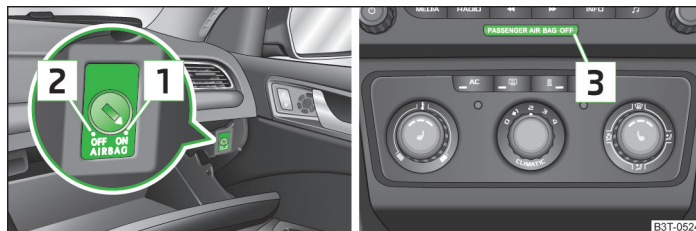

Fig. 159 Commutateur à clé pour l'airbag frontal du passager avant / témoin d'activation/désactivation de l'airbag frontal du passager avant
- Le voyant **OFF**  [3] » fig. 159 à la page 190 s'allume à la mise du contact.
- À l'aide de la clé, faites tourner la fente du commutateur à clé de l'airbag sur la position [2] » fig. 159 **OFF**.
- À l'aide de la clé, faites tourner la fente du contacteur de l'airbag sur la position **1** » fig. 159 **On**.